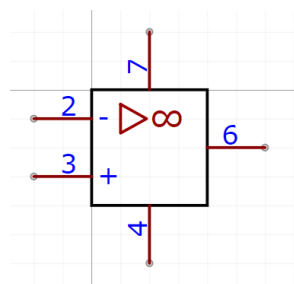

图 C-2
(2) 自制原理图库元件  $\mu A741$ ,命名“ $\mu A741$ ”,引脚及尺寸大小(栅格大小为 10)如图 C-2 所示。